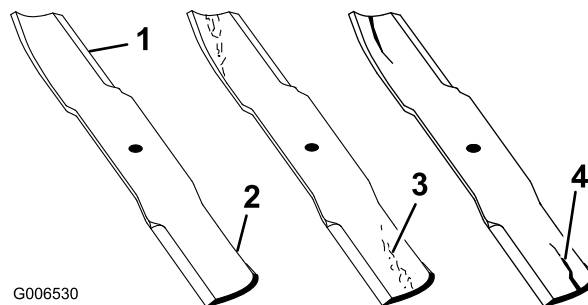

Figure 84
- Examinez le tranchant des lames (Figure 84). Si les lames ne sont pas tranchantes ou si présentent des indentations, déposez-les et aiguiser-les. Voir la Affûtage des lames (page 64).
- Inspectez les lames, surtout la partie relevée (Figure 84). Remplacez immédiatement toute lame endommagée, usée ou qui présente une entaille (Figure 84).